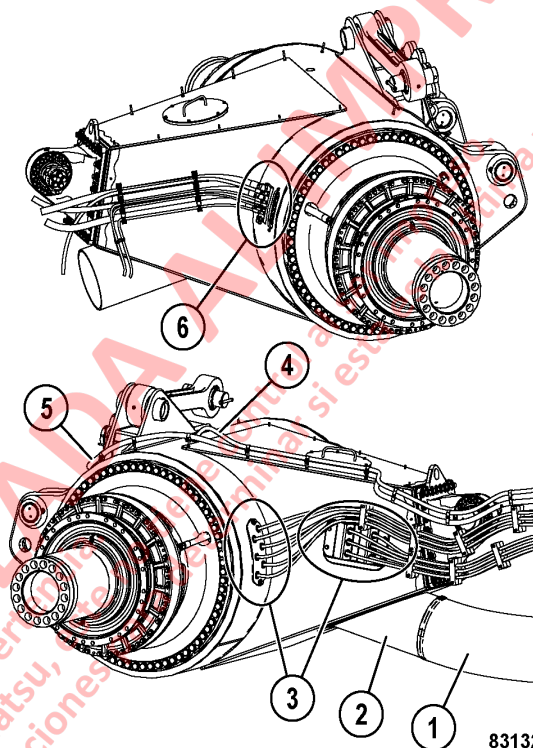

FIGURA 5-2. RETIRO DE LA CAJA DEL EJE TRASERO
1. Suelte las abrazaderas de la manguera y desconecte la manguera del soplador del eje (1, Figura 5-2) desde el ducto de aire del enfriador del motor de tracción (2).
4. Desconecte y saque las abrazaderas las mangueras en el múltiple de manguera hidráulica (6) en el lado izquierdo de la caja del eje trasero. Tape los acoples y mangueras para evitar su contaminación.
5. Quite las sujeciones del cable, en el soporte de cables de energía (3) al lado derecho de la caja del eje trasero. Deslice las sujeciones de los cables hacia adelante por los cables.
6. Dirija los cables de poder dentro del montaje de cables de poder (3, Figura 5-2) y sujételos en su lugar con abrazaderas. Instale la pinza de sujeción.
7. Instale los arneses de velocidad de la rueda (4) y el arnés del bastidor trasero (5). Instale las abrazaderas.
10. Conecte las mangueras al múltiple (6) en el lado izquierdo de la caja del eje trasero.
11. Instale el ducto de escape de aire del enfriador del motor de tracción (2) entre los motores de tracción.
12. Instale la manguera del soplador de aire del eje (1) en el ducto de aire enfriador del motor de tracción (2). Instale las abrazaderas de la manguera.